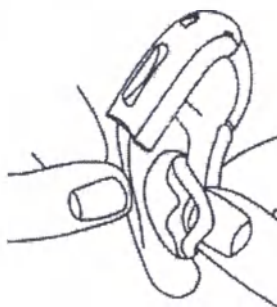

Рисунок 8 – Установка ушного вкладыша в слуховой проход
2.1.4.2 Оттяните вниз мочку уха и слегка вдавите ушной вкладыш в слуховой канал (рисунок 8).